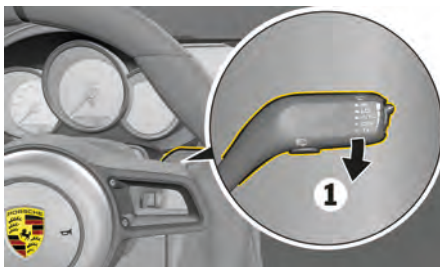

図 228 : ワイパー レバー
1. ワイパー レバーを 1 回下方に押ししてください。[図 228, 1]。